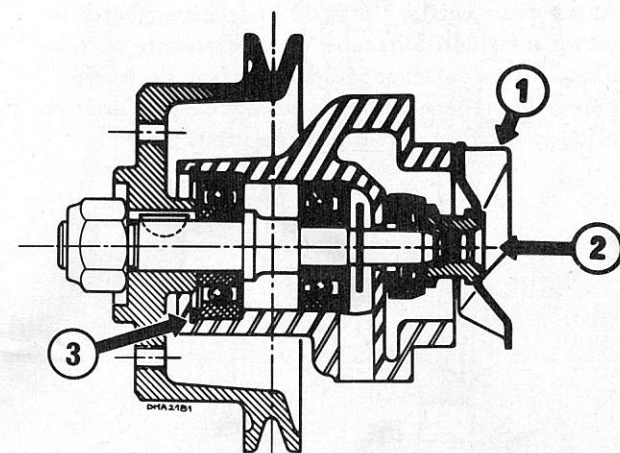

Fig. 57
Extraire la turbine (1) à l'aide d'un extracteur prenant appui sur le moyeu de la turbine (2) (Fig. 57).